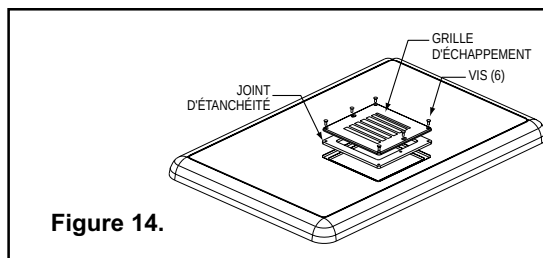

Figure 14.
1. Retirez les six (6) vis de retenue de la vieille grille d'échappement et jetez les vis, le joint d'étanchéité et la grille d'échappement tel qu'indiqué dans la figure 14.